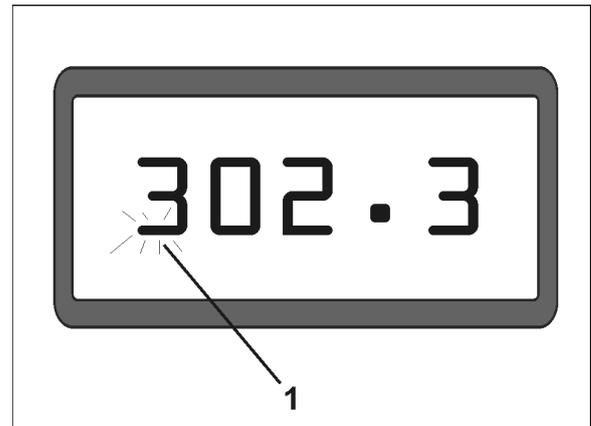

Fig. 2
- **Visor (Fig. 2/1).**
A barra inferior (Fig. 2/1) pisca durante o trabalho: